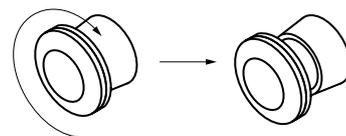

Abbildung 2.2 Deaktivieren des Notaus-Schalter (E-STOP).
3. Vergewissere dich, dass **der Notaus-Schalter (E-STOP)** nicht gedrückt ist. Ist er es, drehe ihn so weit wie möglich im Uhrzeigersinn und lass ihn los (Abb. 2.2).